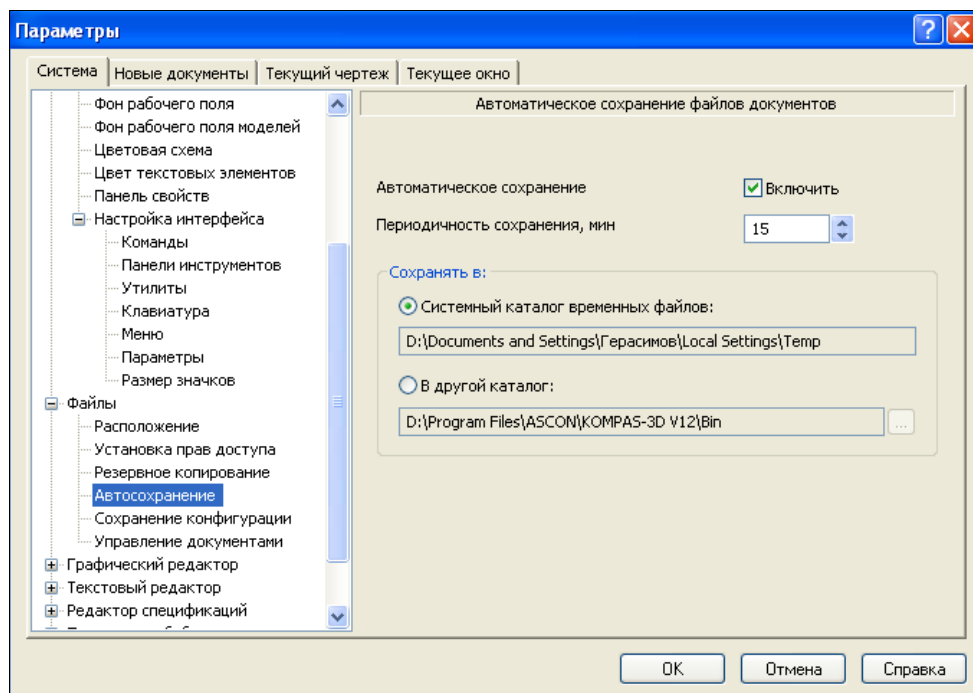

Рис. 15.8. Диалоговое окно **Параметры**
- ◆ щелкните ЛК мыши по пункту **Автосохранение**. В правой части появилась панель **Автоматическое сохранение файлов документов** (рис. 15.8).